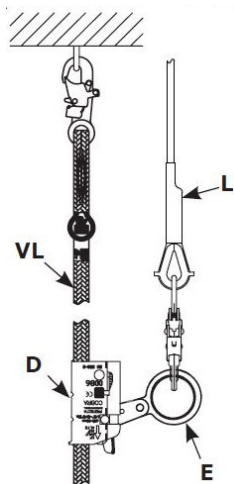

Рис.6
ВАЖНО! В случае если точка присоединения страховочной привязи пострадавшего находится вне зоны досягаемости, (рис.6) на строп пострадавшего (VL) может быть установлен захват ползункового типа в перевернутом положении (!). Карабин страховочного каната устройства может быть присоединен к кольцу (E) захвата ползункового типа (D); для подъема пострадавшего в безопасное место или в место, где может быть удалена предыдущая соединительно амортизирующая подсистема, с помощью колеса устройства спасения и эвакуации (RH).